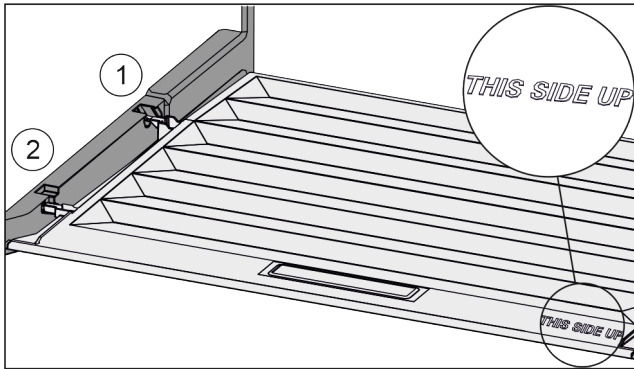

Fig. 57
- ▶ Вставить поперечные ребра крышки через отверстие заднего держателя Fig. 57 (1) и защелкнуть спереди в держателе Fig. 57 (2).